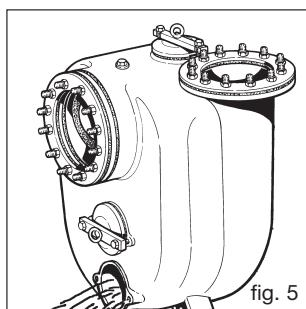

fig. 5
No dejar el cuerpo de la bomba lleno de líquido. Vaciarlo por la compuerta (fig. 5) y el tapón posterior presente en algunos modelos. En los meses invernales el líquido se podría congelar y causar daños a la bomba. Cuando el líquido es peligroso, antes de vaciar el cuerpo de la bomba, tomar todas las precauciones para evitar daños y accidentes.
- Vaciar el cuerpo de la bomba del líquido bombeado por la compuerta de descarga (fig. 5).